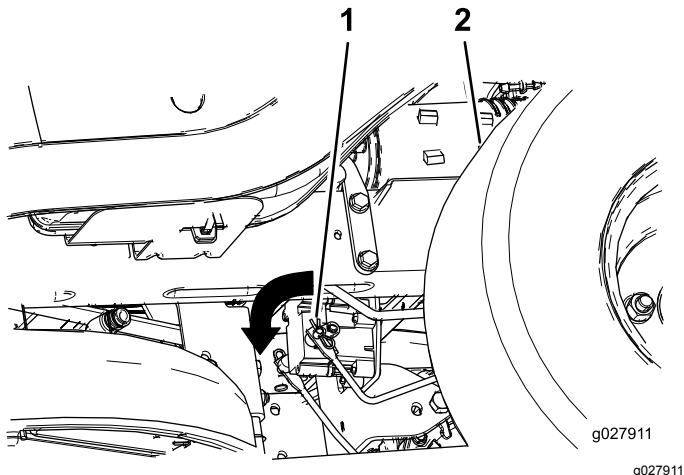

Bild 56
3. Finden Sie die Welle an der elektrischen Bremse, an der die Bremsgestängearme angeschlossen sind (Bild 56).